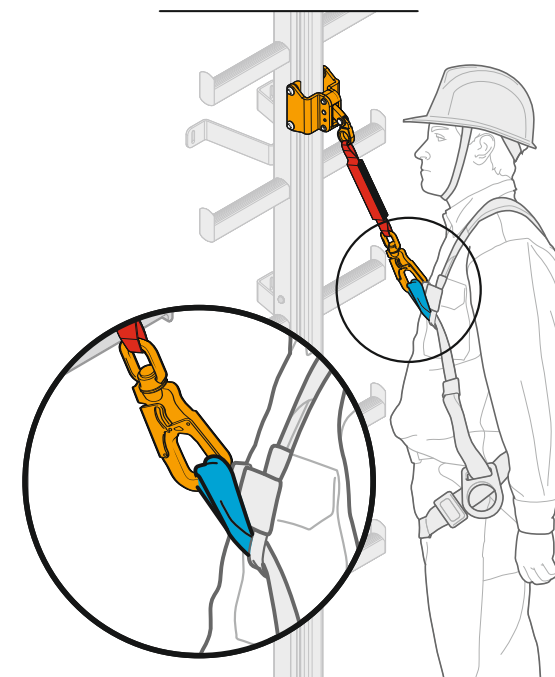

Рис. 5 Крепление соединительной подсистемы к анкерным точкам на привязи.
4. Соединить карабин соединительной подсистемы с точкой крепления привязи с маркировкой «А» (буква «А» должна быть полностью окрашена) (**рис. 5**).